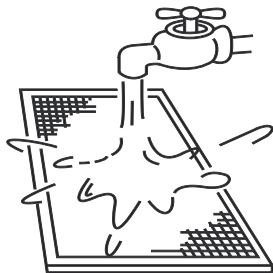

Figura 14.3
- El lado de entrada de aire debe mirar hacia abajo cuando se usa agua limpia (consulte la Figura 14.3).